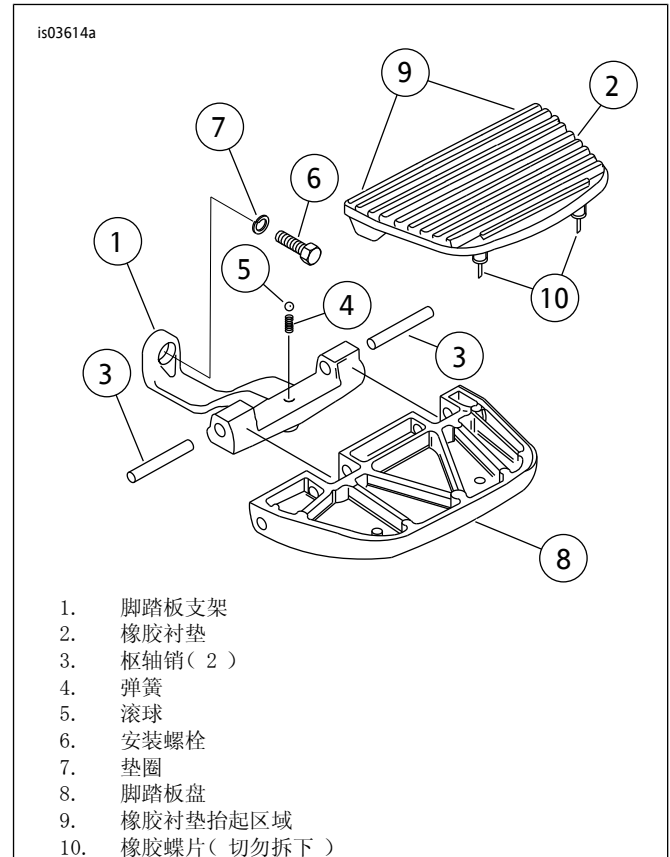

图1. 安装原厂脚踏板
2. 参见图1。从脚踏板支撑架上拆下脚踏板(8)，方法为：小心抬起橡胶脚踏板衬垫(9)内侧角，暴露枢轴销。切勿从脚踏板盘中拆下脚踏板衬垫，否则不容易安装。